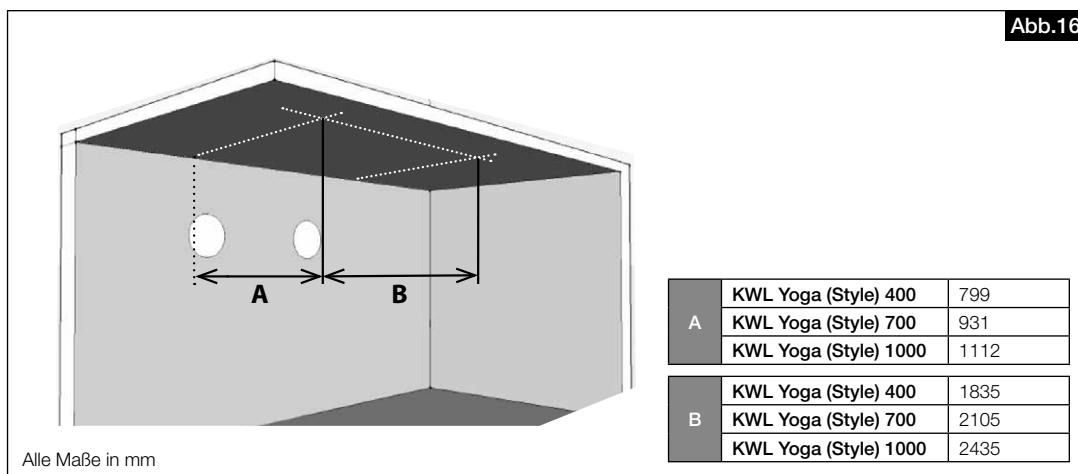

Abb.16
1. Position der Löcher für die Gewindestangen ausmessen (vgl. Abb. 16).